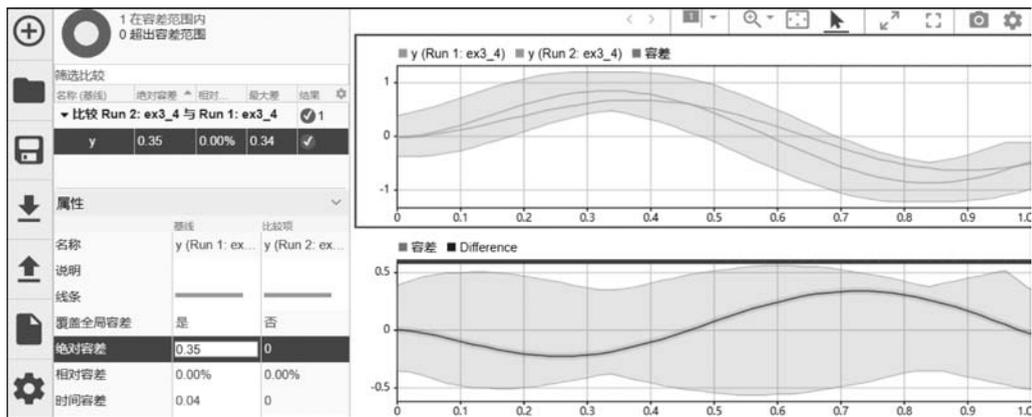

图 3-39 绝对容差设为 $0.35$ 时的比较结果
(6) 在左侧属性列表中的“基线”列,逐渐增大绝对容差值。重新进行比较,可以观察到不同的容差带。当绝对容差设为 $0.35$ 时,比较结果如图3-39所示。此时在 $0\sim 1\text{s}$ 的柱状条都显示为绿色。这说明,两个信号的幅度误差近似为 $0.35$ 。